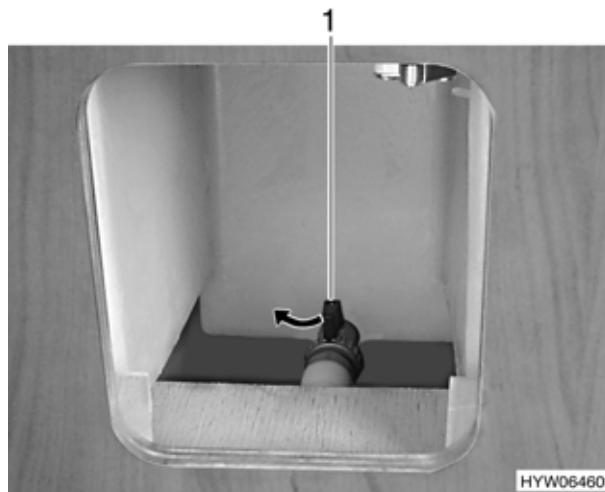

Fig. 146 Serbatoio dell'acqua potabile, rubinetto di scarico acqua, aperto (variante 2)
Variante 2 (Fig. 146):
- Girare il rubinetto di scarico acqua (Fig. 146,1) per chiudere nella direzione indicata dalla freccia.
- Aprire il rubinetto di scarico acqua (Fig. 146,1).